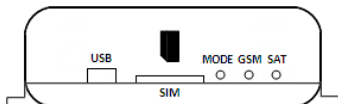

Рис. 1 – Передняя панель терминала МТ
- 5.1.4 Аккуратно вставьте SIM-карту в отверстие терминала МТ (см. Рис. 1) до легкого щелчка (ориентация SIM-карты согласно шелкографии на корпусе).